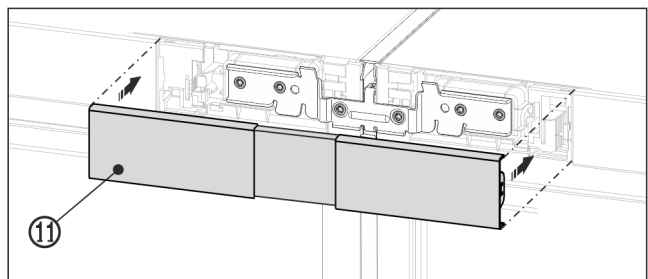

Fig. 24 Beispielhafte Darstellung
- ▶ Obere Abdeckung Fig. 24 (11) auf den noch offenen Zwischenraum der beiden Bedienteilblenden aufrasten. Darauf achten, dass die Aussenseiten der Abdeckung bündig mit den Bedienteilblenden abschließen.